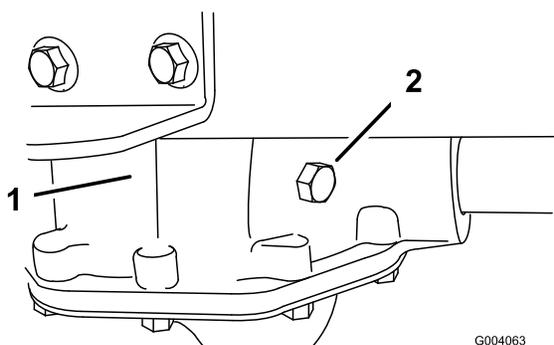

Figura 45
2. Retire el perno de comprobación del transeje (Figura 45).